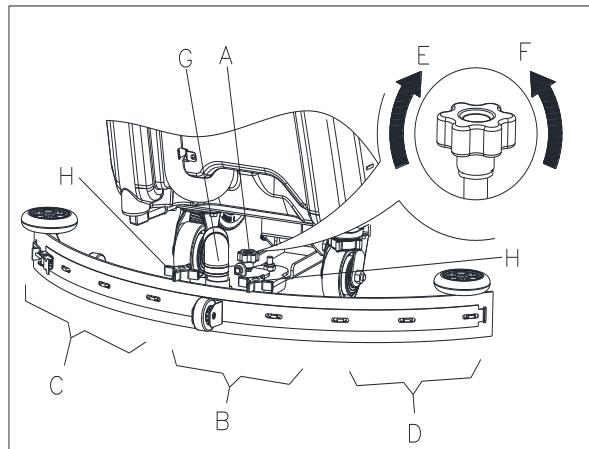

Figure 11
1. Poser l'embouchure et serrer l'écrou (H, Figure 11), puis raccorder le tuyau d'aspiration (G) à l'embouchure.
2. Régler l'embouchure par la poignée de réglage (A, Figure 11).
- a) S'il y a un écart entre le sol et la section centrale de la lame arrière de l'embouchure (B), régler le bouton (A) dans le sens anti-horaire (F) jusqu'à ce que toutes les sections de lamelle arrière de l'embouchure soient bien au contact du sol, la lamelle avant touchant légèrement le sol.
- c) S'il y a un écart entre le sol et les deux extrémités de la lamelle arrière (C et D), régler le bouton (A) dans le sens horaire (E) jusqu'à ce que toutes les sections de lamelle arrière de l'embouchure soit bien au contact du sol, la lamelle avant touchant légèrement le sol.